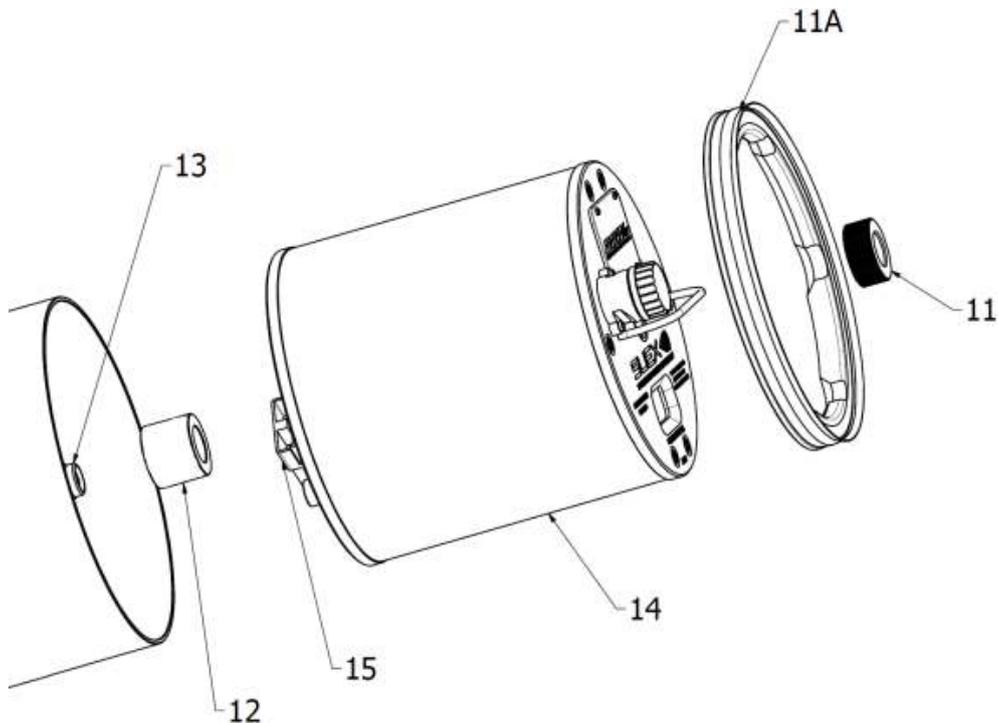

Fig.3
Tolta la calotta svitare la ghiera (11), estrarre l'anello drop drap (11A) e rimuovere la batteria (14) tirandola verso l'alto sfilandola dall'asta (13) (fig. 3). Alla completa estrazione della batteria, scollegare il connettore rosso (15).
Per caricare la batteria, estrarre la batteria (14) dallo Scooter (fig.3), metterla in un luogo sicuro lontano da persone ed oggetti infiammabili, svitare il tappo del connettore di ricarica (24) (fig.4), collegare la presa di alimentazione del caricabatteria alla rete e collegare il connettore di ricarica (26) al caricabatteria (si veda Manuale d'uso del caricabatteria). A fine carica scollegare il caricabatteria e riavvitare il tappo (24) del connettore (26). Inserire la batteria nello Scooter solo nel caso si intendesse usarlo.
- Avvitare la ghiera (11 - Fig.3) e chiudere lo Scooter (si veda paragrafo "Chiusura del vano batteria").